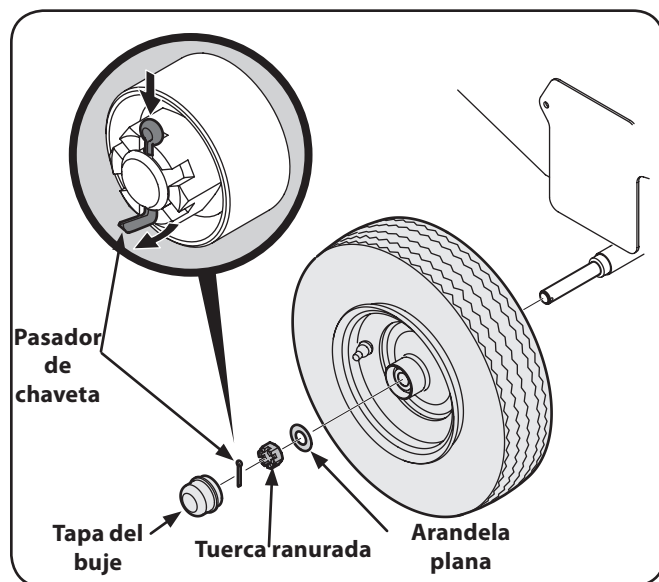

Figura 3-2
1. Coloque las tapas del buje en posición sobre las ruedas y de golpecitos al eje con una maza de goma. Vea la Figura 3-2.